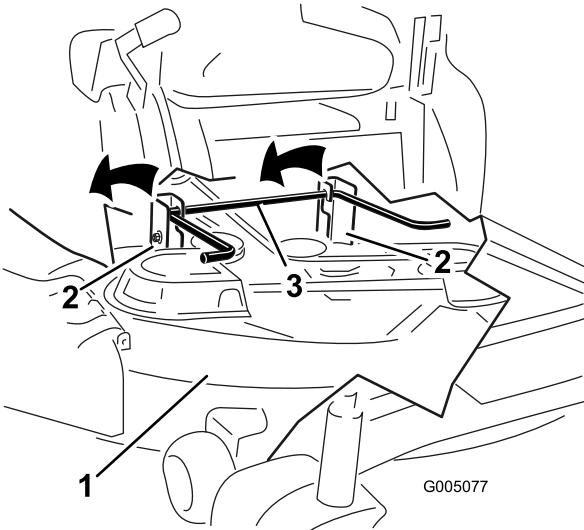

Figura 55
6. Eleve la carcasa de corte y separe ésta y las pletinas de suspensión de la varilla de elevación trasera; luego baje el cortacésped con cuidado al suelo (Figura 55).
5. Eleve la parte trasera de la carcasa de corte y coloque las pletinas de suspensión sobre la varilla de elevación trasera (Figura 55).